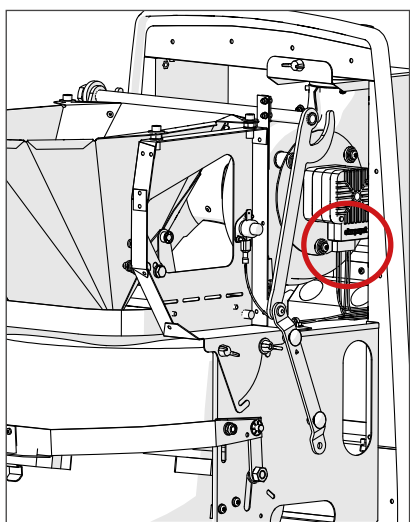

Ilustración 14
2. Desenchufe el conector en la parte inferior del ventilador (Ilustración 14).